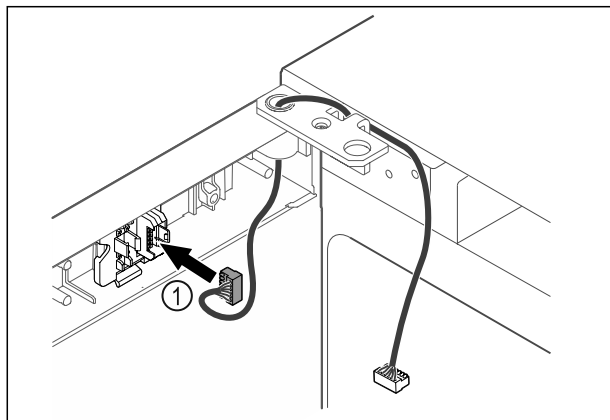

Fig. 47
- ▶ Dugja be a dugót Fig. 47 (1) a dugófoglatba.